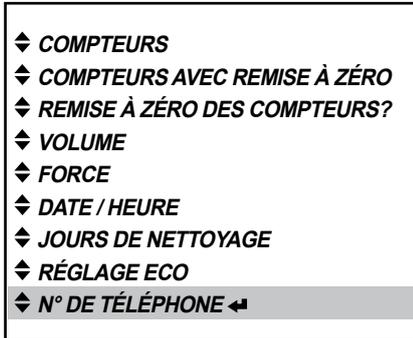

Fig. 40
- Appuyez sur la touche d'entrée ◀ pour afficher le menu « N° DE TÉLÉPHONE » (fig. 40).